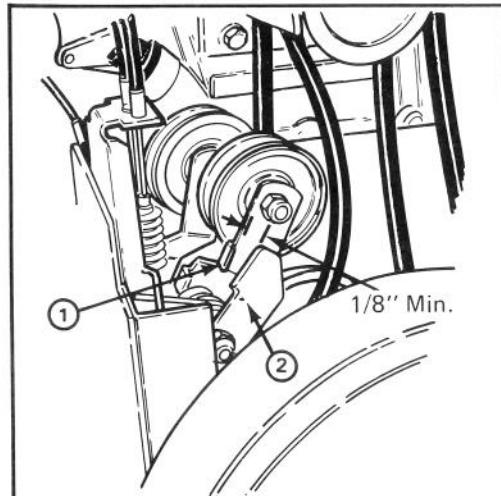

Abbildung 23
1. Die drei (3), die Riemenabdeckung am Motorrahmen befestigenden Kopfschrauben entfernen und die Abdeckung auf den Kabeln nach oben schieben.
2. Leitrad- und Bremseinstellung überprüfen. Der Mindestabstand zwischen der Zunge am Gebläselenkzwischenhebel und Bremshebel (Abb. 23) sollte 3 mm betragen. Ist der Abstand weniger als 3 mm, ist der Riemen auszutauschen.